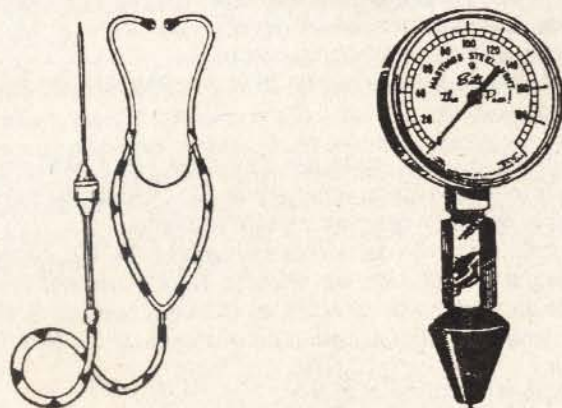

Fig. 2-13— Estetoscopio y Compresímetro
1. Poner en marcha el motor durante unos 10 minutos, para que se lubrique y se encuentre en condiciones normales de funcionamiento. Quitar todas las bujías y colocar firmemente el compresímetro (Fig. 2-13), con el cono de goma en el orificio dejado por la bujía. Girar el motor con el arranque, sin contacto, para medir la presión de cada cilindro. Si la presión es de 7 a 9 kg/cm² = 100 a 128 lb/pulg², e igual en ambos cilindros, el motor tendrá los anillos y las válvulas en muy buenas condiciones.